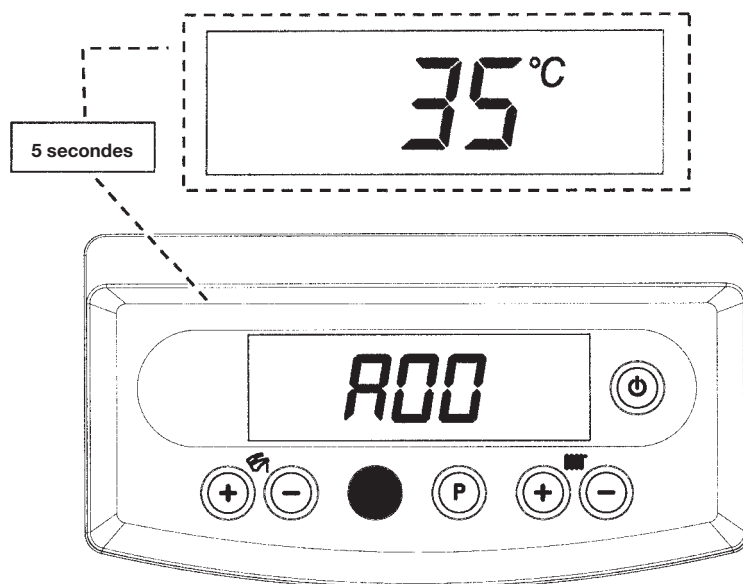

Figure 13
- Appuyer sur la touche  pendant au moins 6 secondes jusqu'à ce que l'écran affiche "A00" (... "A07") en alternance avec la valeur du paramètre (voir figure 13);